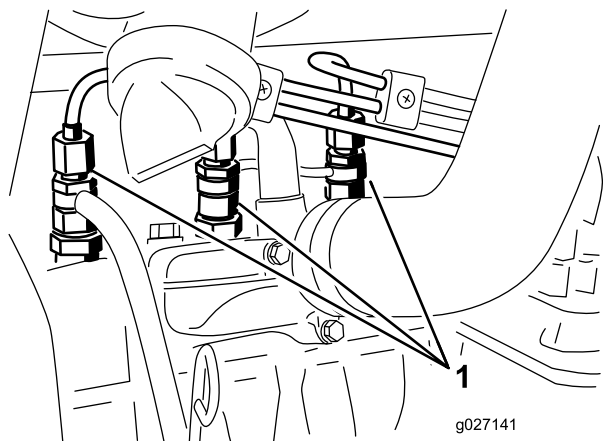

Figura 57
1. Liberte a tubagem que se encontra ligada ao injetor nº 1 e à estrutura de suporte da bomba de injeção (Figura 57).